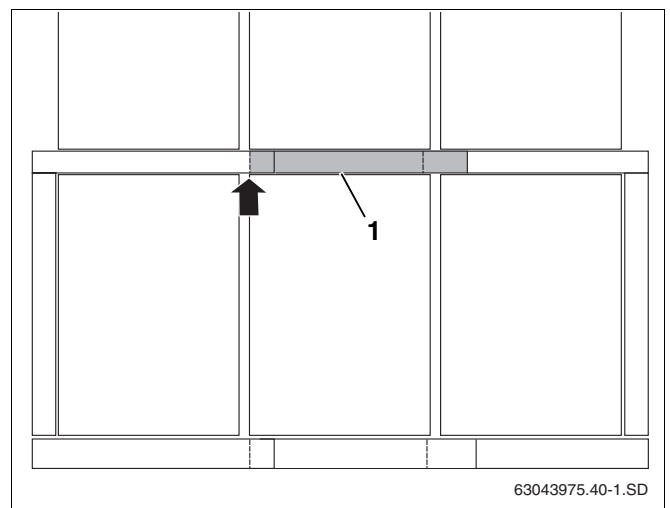

Fig. 53 Colocación de las chapas protectoras centrales
En caso de montar más de dos colectores son necesarias chapas protectoras centrales (fig. 53, **pos. 1**) entre las filas de colectores. Éstas deben montarse al mismo nivel que el colector por la parte izquierda (flecha).